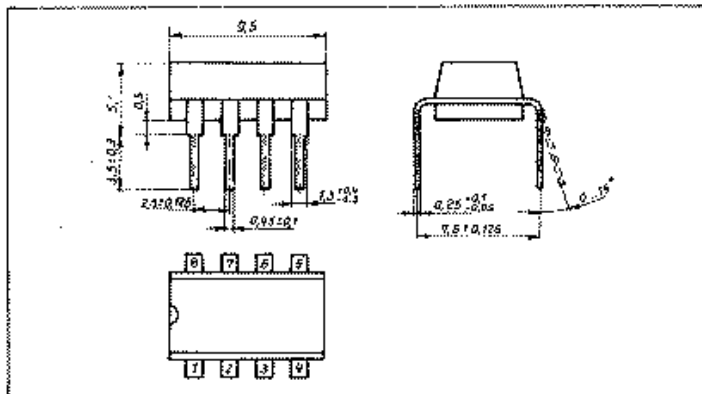

Bild 1: Abmessungen der Typen B 080, B 081 und B 082
- achtpoliges DIL-Plastgehäuse der Bauform 21.1.1.2.8 nach TGL 26 713 für B 080 bis B 082 (Bild 1)